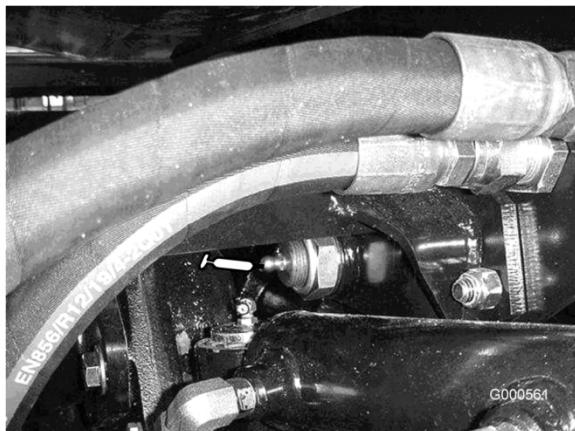

Figura 23
- Casquillos del pivote del eje trasero (2) (Figura 23)